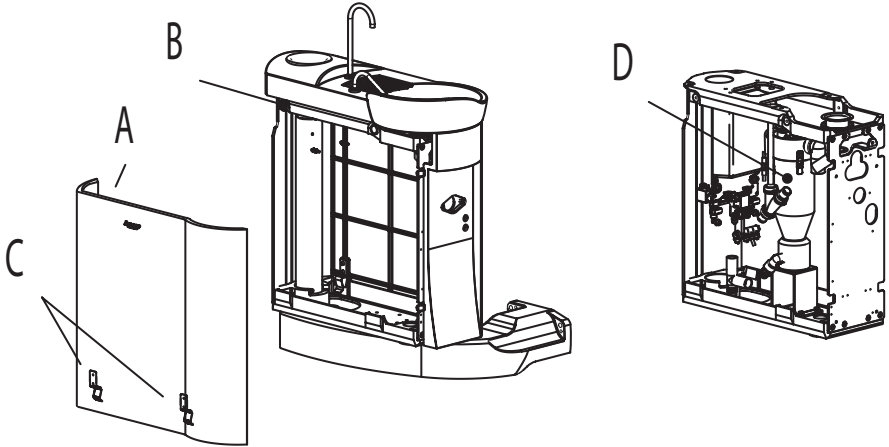

Fig. 13
Comme le montre la Figure 13, enlever le cache extérieur du boîtier hydrique (A), tirer d'abord légèrement vers soi, puis le soulever.
Comme le montre la figure 13, enlever le cache extérieur du boîtier hydrique (A), le tirer d'abord légèrement vers soi, puis le soulever. Remarque : il s'accroche à la partie supérieure grâce à 2 aimants (B) et à la partie inférieure par le biais des supports (C). La cassette est déjà installée (D).
Comme le montre la figure 13, enlever le cache extérieur du boîtier hydrique (A), le tirer d'abord légèrement vers soi, puis le soulever. Remarque : il s'accroche à la partie supérieure grâce à 2 aimants (B) et à la partie inférieure par le biais des supports (C). Que vous trouverez à l'intérieur du système d'aspiration installé.